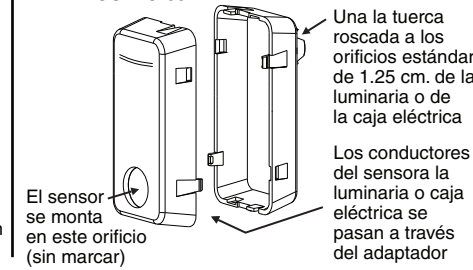

Figura 2B
NOTA DEL ADAPTADOR: Para luminarias de cuerpo profundo o para aclarar otras obstrucciones use el Adaptador OSFOA-00W de Leviton (**vea Figura 2A**). El adaptador está diseñado para proveer múltiples posiciones de montaje y altura para colocar el sensor en una posición óptima (**vea Figura 2B**). Se provee una tuerca roscada que sujeta el adaptador en su lugar mientras aprieta la contratuerca de fijación proveída. Si necesita un adaptador vaya a sección **INSTALACION DEL ADAPTADOR**. El OSFLO es un adaptador de montaje alto de una posición con una instalación rápida a presión sin tuerca de seguridad (**ver Figura 2B**).
- Coloque la mitad del cuerpo de Adaptador al final de la luminaria para determinar el agujero apropiado en el adaptador donde se va colocar el sensor para tener una cobertura óptima. La base del sensor debe estar a la altura o debajo del cuerpo de la luminaria (**vea Figura 2B**).